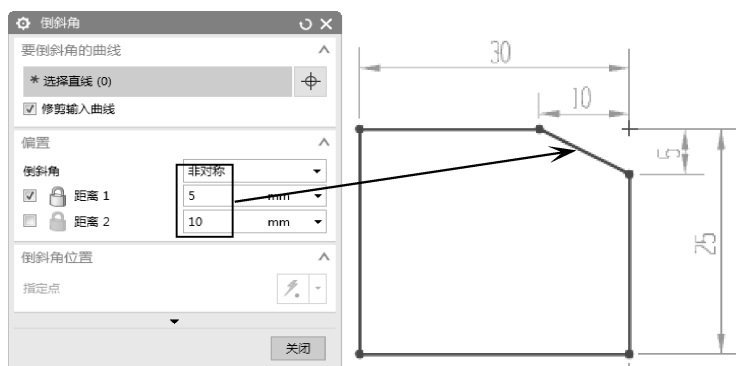

图 2-27 非对称
- 非对称：以不同的距离对倒角边进行倒角，如图 2-27 所示。先选取的边为距离 1 的参考边，后选取的边为距离 2 的参考边。